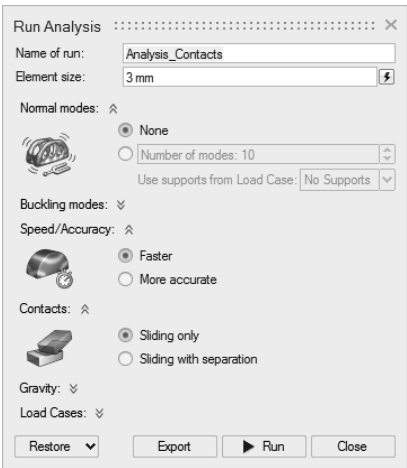

图 12-17
- 2) 在接触下，请确保选中滑动接触。该选项将允许零件之间相对滑动但不能分离，如图 12-17 所示。